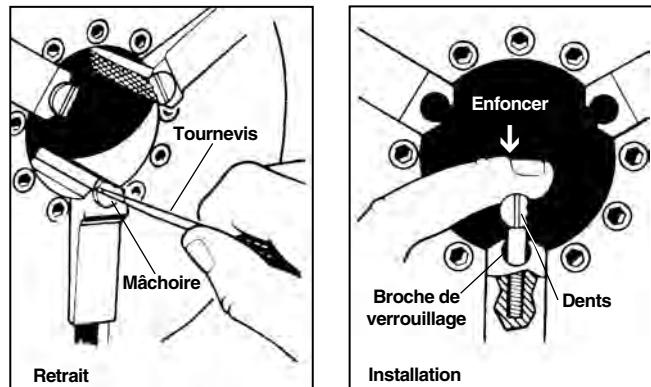

Figure 31 – Remplacement des mâchoires
1. Engagez un tournevis dans l'encoche de la mâchoire et tournez-le d'un quart de tour à droite ou à gauche pour la déverrouiller et la retirer (Figure 31).
2. Présentez la mâchoire latéralement contre la broche de verrouillage, puis enfoncez-la à fond (Figure 31).